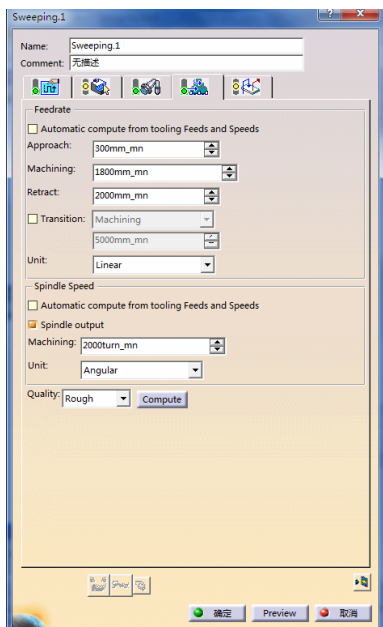

图 3-250 进给率参数选项卡（12）
4) 定义进给率。单击“Sweeping.1”对话框中的, 切换到进给率参数选项卡（12），如图 3-250 所示。